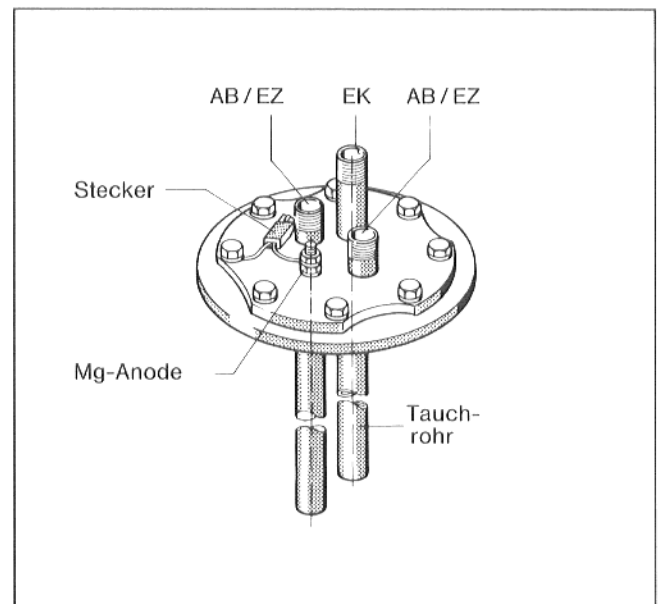

Abb. 12
- Prüfen ob Magnesiumanode eingebaut und Erdungskabel angeschlossen ist (Abb. 12).
- Stecker am Erdungskabel mit Kabel von Regelgerät verbinden (nur Regelgerät Ecomatic 4000 – Abb. 12).
- Sechskantschrauben aus Handlochdeckel heraus-schrauben, Handlochdeckel mit Magnesiumanode abnehmen (Abb. 12).
- Öse des Erdungskabels einlegen und Sechskantschrauben eindrehen (Abb. 12).